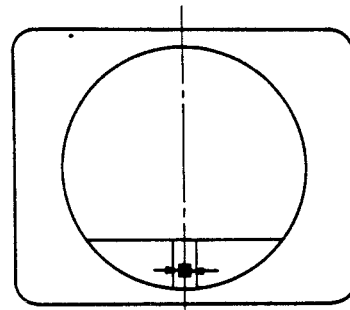

Abb. 6. ANZEIGE POSITION
- (1) Stellen Sie ein Testbild mit Gitter muster ein.
- (2) "Normal" Taste drücken und mit VR701 die Anzeige in die horizontale Mitte des Bildes bringen. (Abb. 6).